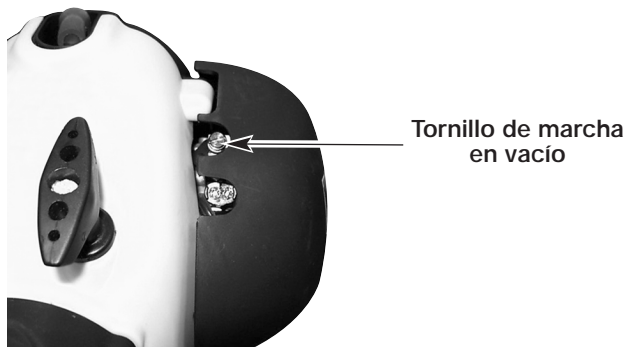

Fig. 36
1. Encuentre el tornillo de marcha lenta en el carburador (Fig. 36).